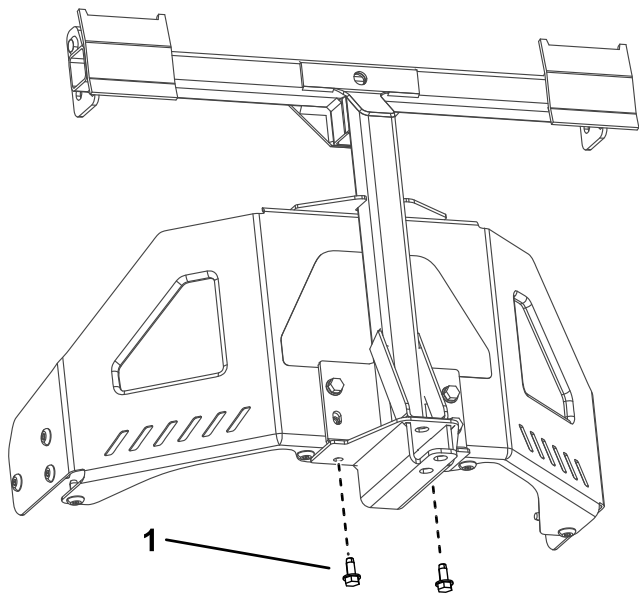

Figura 11
3. Pričvrstite okretni ram zadnji deo rama mašine pomoću 2 samourezujuća vijka (5/16 × 3/4") kao što je prikazano na Figura 11.